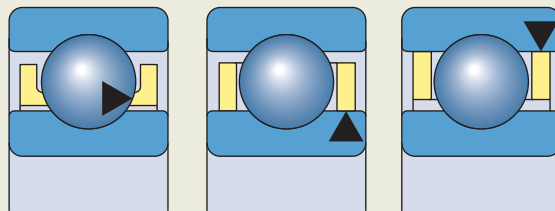

Fig. 16
- **Stamped metal cages (fig. 16)**